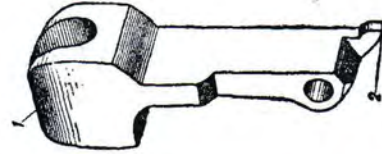

Рис. 17. Казенник:
18. Казенник (рис. 17) служит опорой шляпке гильзы патрона в момент выстрела; при взведении курка он вместе с собачкой подвигает зарядный барабан вперед и плотно прижимает шляпку патрона к барабану. Казенник имеет: головку с каналом для прохода бойка курка; нижняя часть головки сзади скошена, в этот скос упирается ползун при движении вверх, заставляя казенник наклоняться головкой вперед; выступ, который от давления на него передней плоскости опускающегося ползуна заставляя казенник отклоняться головкой назад; отверстие для надевания на ось, укрепленную в задней стенке рамки.